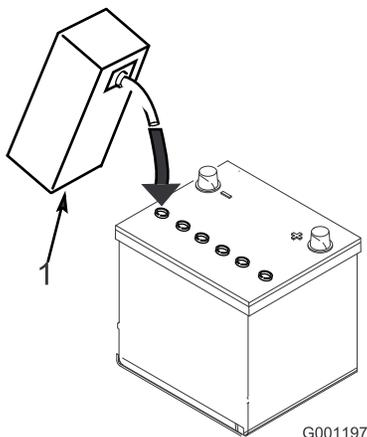

Рисунок 10
3. Осторожно заливайте электролит в каждую ячейку до уровня над пластинами примерно 6 мм (Рисунок 10).
**Примечание:** При необходимости доливайте электролит до уровня примерно на 6 мм ниже нижнего уровня заливочного отверстия (Рисунок 10).